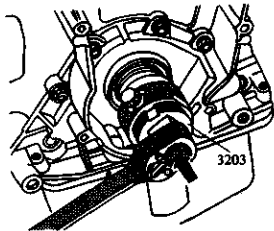

图 2-42 将拉出器拧入油封内
4) 在拉出器 3203 的螺纹头上涂机油,并将其尽可能深地拧入到油封内,如图 2-42 所示。